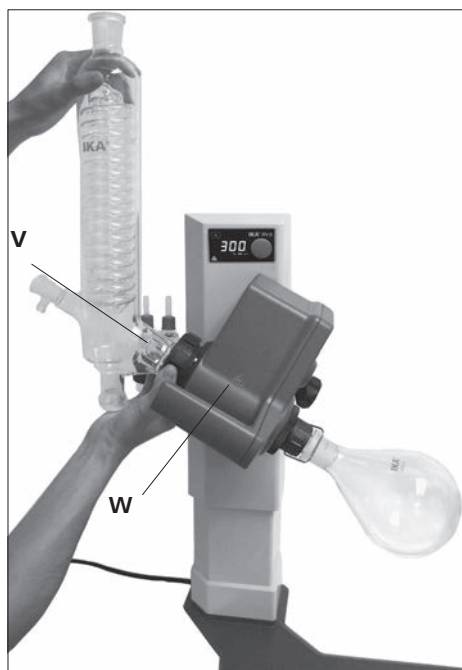

Fig. 17
- 安装接管螺母在冷凝管上, 随后将弹簧圈安装在冷凝管 (V) 的法兰上。
- 将冷凝管安装在旋转机构 (W) 上并手动拧紧螺母。(Fig. 17)